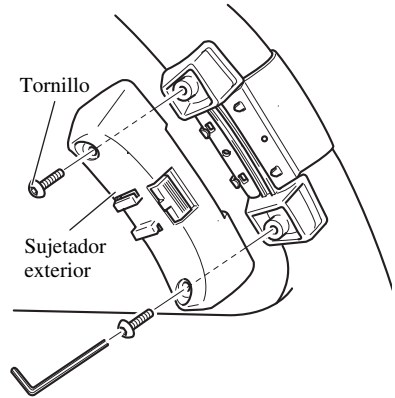

Fig. 9
3. Instale el sujetador exterior en el sujetador interior y asegure con los tornillos. (Fig. 9)